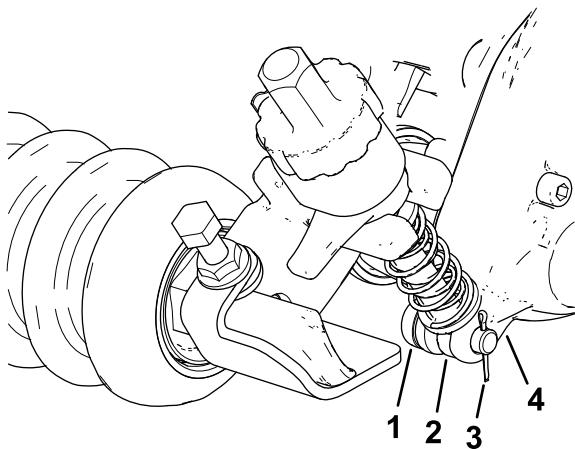

图12
2. 如 图 12 所示在疏草刀驱动箱上将剪草高度支架的调整臂杆滑入驱动箱上的间隙然后用调节销和开口销固定。